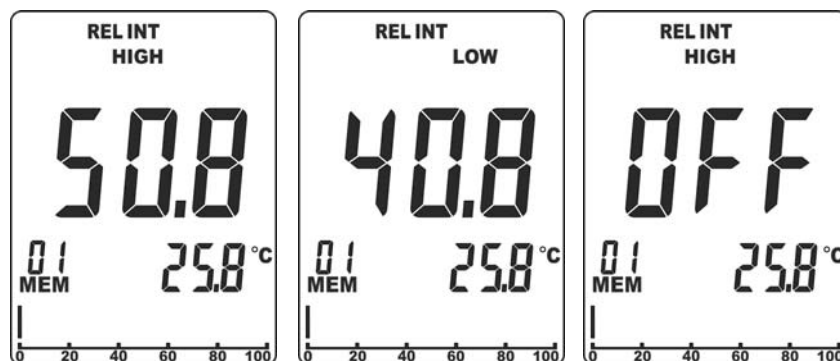

Fig. 6: Impostazione soglie di allarme misura MOI INT e MOI EXT
1. Premere simultaneamente per qualche secondo i tasti **MOI** e **MODE/ZERO**. Il simbolo "HIGH" è mostrato nella parte alta del display (vedere Fig. 6 – parte sinistra)
2. Usare i tasti freccia ◀ o ▶ per impostare il valore di soglia Massima nel campo: **0.1% ÷ 99.9%**. In queste condizioni lo strumento emetterà un suono **continuo** per valore misurato di umidità superiore alla soglia impostata. Selezionare l'opzione "**OFF**" per disabilitare l'allarme (vedere Fig. 6 – parte destra)
3. Premere il tasto **MEM/ALM** per confermare e passare all'impostazione della soglia Minima. Il simbolo "LOW" è mostrato nella parte alta del display (vedere Fig. 6 – parte centrale)